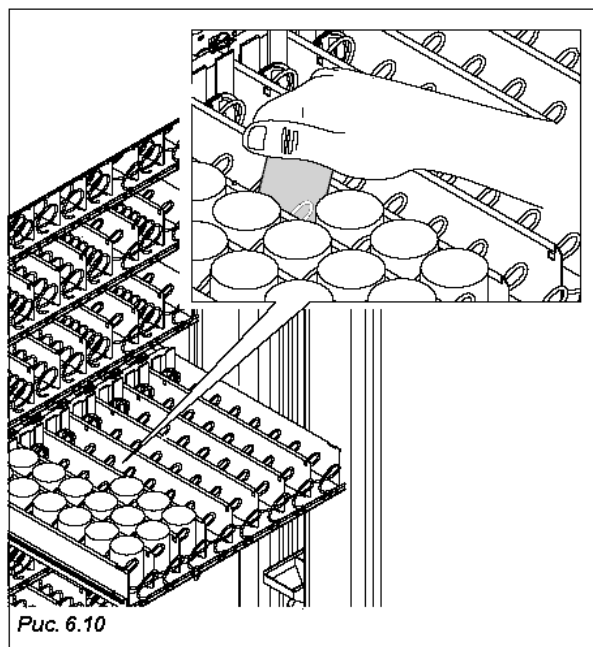

Рис. 6.10
- Загрузку продуктов следует производить по направлению от передней стороны контейнера к внутренней части. Не оставляйте незаполненных мест (Рис. 6.10.).